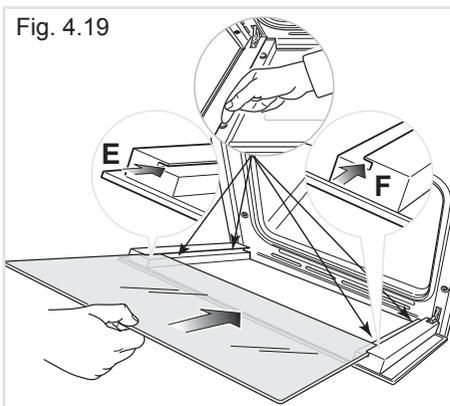

Fig. 4.20
- Inserire il vetro nelle guide "E" ed "F" (fig. 4.19) e farlo scorrere dolcemente fino ai fermi "H" (fig. 4.20).